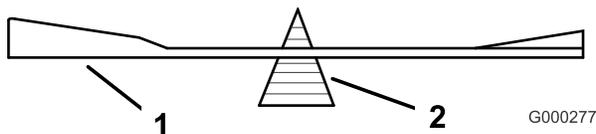

Figura 98
- Verifique el equilibrio de la cuchilla colocándola sobre un equilibrador de cuchillas (Figura 98).